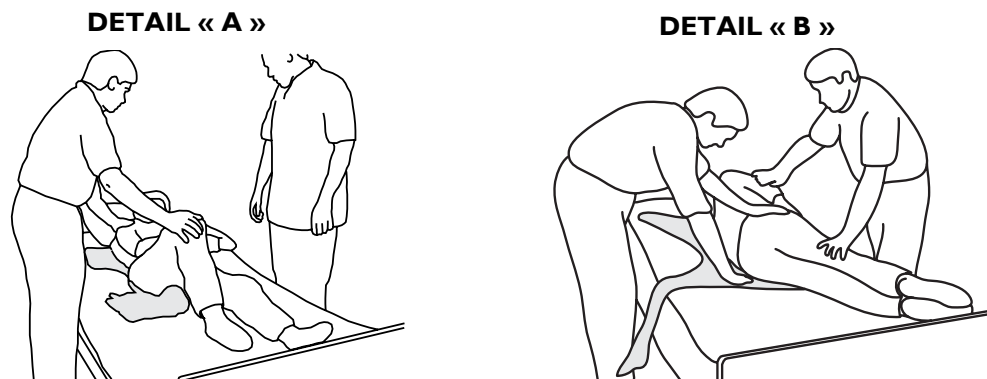
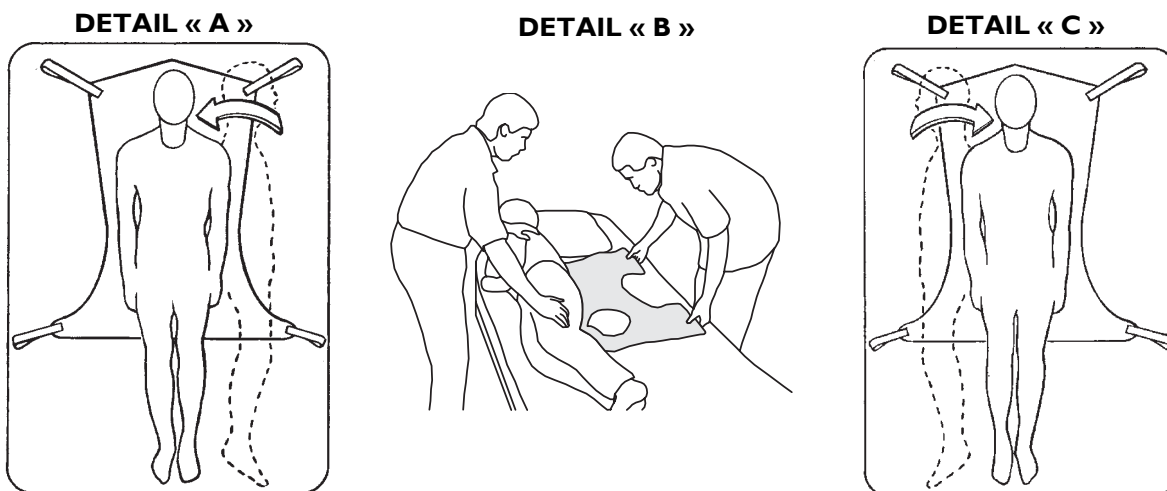

FIGURE 4.4 Retourner le Patient sur le Côté
FIGURE 4.5 Retourner le Patient sur le Côté Opposé et le Ramener en Position
NOTE: Pour cette procédure, consultez la FIGURE 4.4 et FIGURE 4.5 en page 47.
4. Retourner le patient sur le côté. Veuillez consulter le Détail « A » de FIGURE 4.5.
6. Avec un préposé de chaque côté du lit et contre le matelas, le préposé du côté droit du lit va positionner sa main gauche sur le genou gauche soulevé et sa main droite sous l'épaule droite du patient, poussez légèrement sur le genou pour aider à remonter légèrement l'épaule et le patient va facilement se mettre sur le côté. Veuillez consulter le Détail « B » de FIGURE 4.5.
8. Retournez le patient sur son dos, il doit être positionné presque au centre de la toile. Veuillez consulter le Détail « C » de FIGURE 4.5.